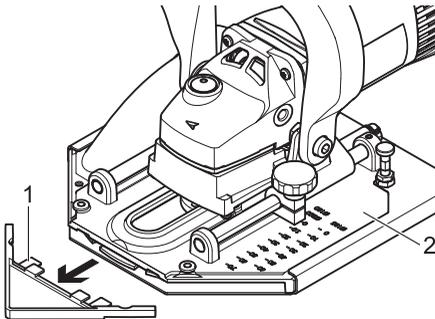

Abb. 17: Eckenaufsatz demontieren
- Den Eckenaufsatz (1) von der Führungsplatte (2) entfernen (→ Abb. 17: Eckenaufsatz demontieren; Seite 35).